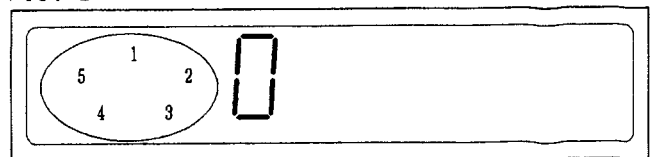

FIG. 3
- 1a Open/Close Taste drücken. Wenn rechter Pfeil auf Höhe der ersten Gehäuserippe, Netzstecker ziehen (Fig. 3).
- 1b Falls Open/Close nicht funktioniert, Gehäuseboden so weit nach unten biegen, bis die Zähne des Spindelgetriebes nicht mehr ineinandergreifen. Lade so weit herausziehen, bis rechter Pfeil auf Höhe der ersten Rippe ist (Fig. 3).
2. Linke Gehäusewand nach außen biegen, und links hinten beginnend, die Lade herausheben (Fig. 3).
- \*) Press the PLAY button to focus disc. Before focus is obtained the display will be as shown in Fig. 3. After focussing the display will be as shown in Fig. 4. The disc will start rotating and the tracking servo will remain open.
- \*) Check display as shown in Fig. 3.